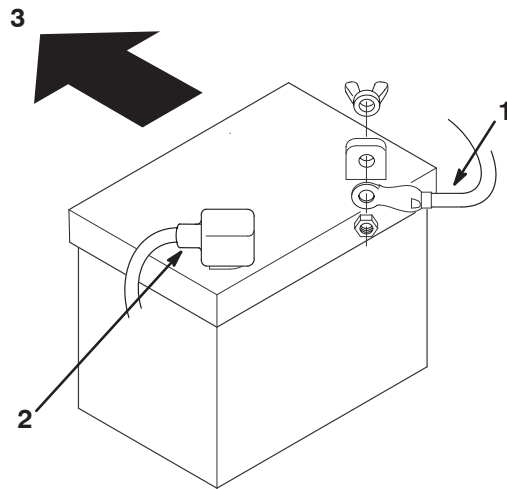

Figure 24
7. Débranchez le câble négatif (noir) de mise à la masse de la borne de la batterie (Fig. 24).
9. Débranchez le câble positif (rouge) de la borne de la batterie (Fig. 24).
1. Placez la batterie sur le châssis, en dirigeant les bornes vers l'arrière de la machine (Fig. 24).
3. Connectez le câble positif (rouge) à la borne positive (+) de la batterie à l'aide du boulon et de l'écrou papillon (Fig. 24). Glissez le capuchon en caoutchouc sur la borne de la batterie.
4. Connectez le câble négatif (noir) à la borne négative (–) de la batterie à l'aide du boulon et de l'écrou papillon (Fig. 24). Glissez le capuchon en caoutchouc sur la borne de la batterie.